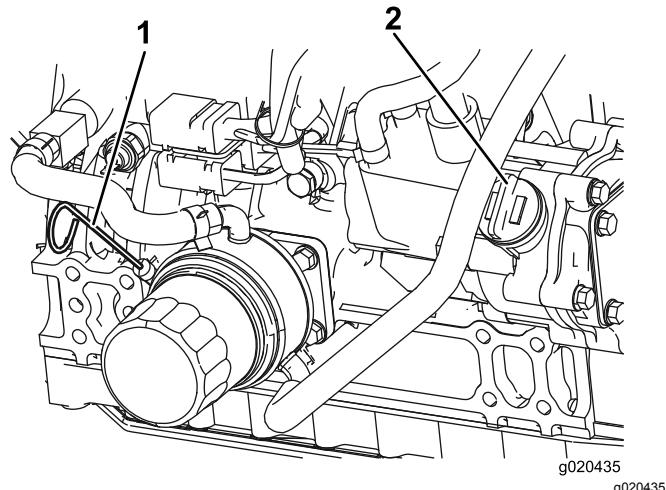

図 53
注 オイル量が安全レンジ内にあればよい図 53。
4. 不足している場合安全範囲よりも下は、補給管についているキャップ図 53を取り、Full 位置までオイルを補給する。**入れすぎないこと。**